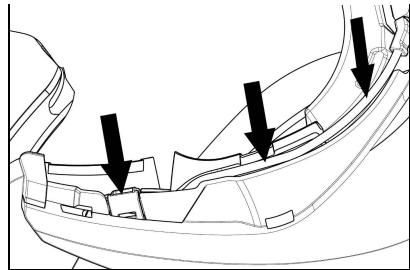

Abb. 9
- Bringen Sie das Kabel im Helminnern an und positionieren Sie den rechten Befestigungsclip in dem dafür ausgesparten Bereich (Abb. 9)